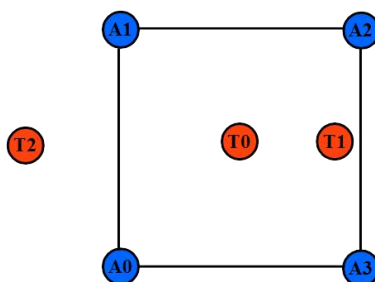

图 30: 包络面定位精度示意图
- 标签所处位置，如在基站包络面内精度较高为 10cm 左右，在包络面外精度降低，且离包络面越远精度越低。如图 30 所示，T0 的精度最高，T1 次之，T2 的最差。